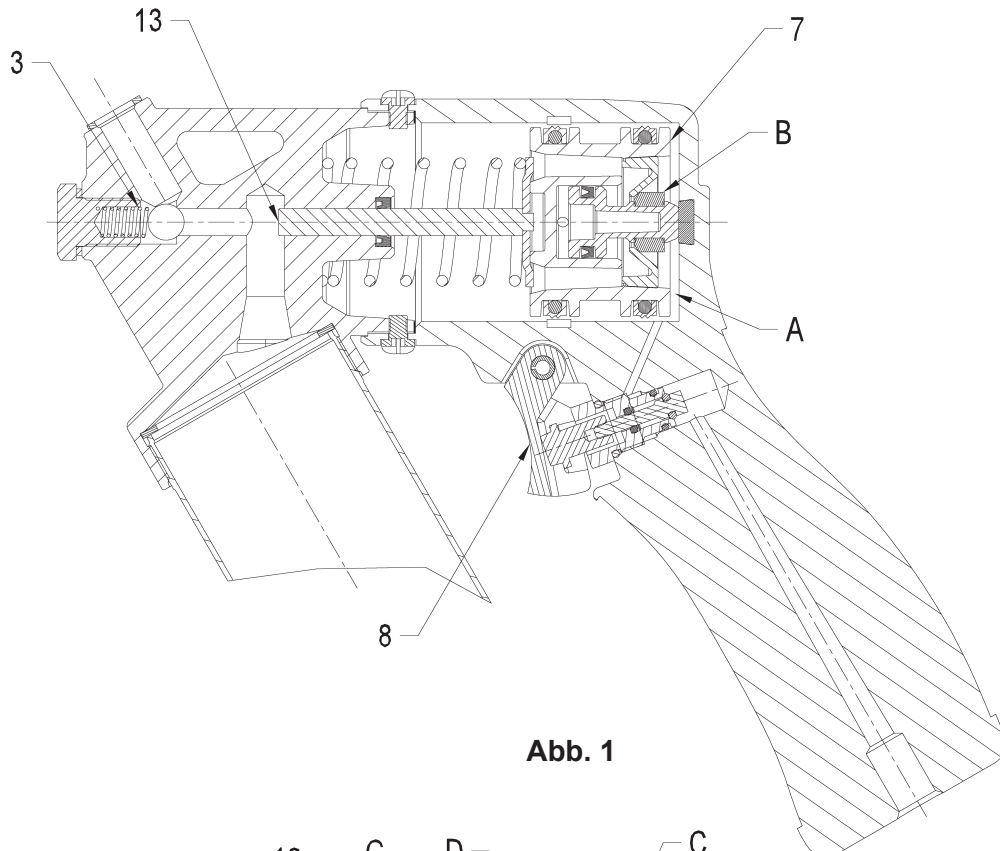

Abb. 1
Durch Betätigung des Abzughebels (8) wird die Fettpresse in Betrieb gesetzt. Luft strömt in Kammer A (siehe Abb. 1) ein und drückt den Kolben (7) zusammen mit dem Förderkolben (13) nach links. Entlüftungsventil B schließt sich. Unter Druck vom Förderkolben (13) öffnet das Fett das Rückschlagventil (3) und die Schmierstoffmenge wird ausgestoßen.
Wenn der Kolben (7) die Bypass-Nut C (siehe Abb. 1) erreicht, strömt Luft in die Kammer D und öffnet das Entlüftungsventil B. Der Luftdruck in Kammer A wird durch Ventil B und die Entlüftungsöffnungen E in Kammer F abgelassen, die durch Bohrung G mit der Atmosphäre verbunden ist. .